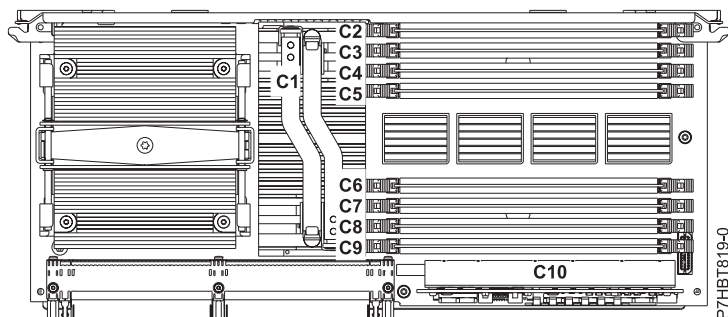

Figura 5. Ubicación del módulo regulador de voltaje de memoria (C10)
13. Localice el módulo regulador de voltaje de memoria que se debe extraer del conjunto de procesadores del sistema. La Figura 5 en la página 8 muestra el regulador de voltaje de memoria (C10) en relación con la ubicación en el procesador del sistema.